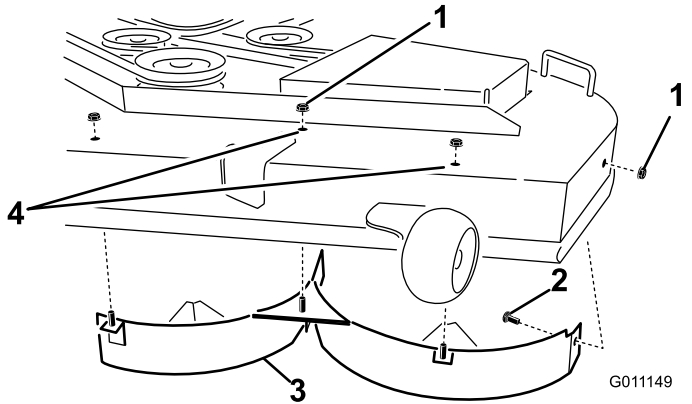

Bild 30
4. Entfernen Sie die zwei Sicherungsmuttern (5/16"), mit denen die geschweißten Streben des linken Ablenkblechs oben am Mähwerk in der Mitte und links von der Mittelstellung befestigt sind (Bild 30).
6. Entfernen Sie das linke Ablenkblech vom Mähwerk, wie in Bild 30 abgebildet.